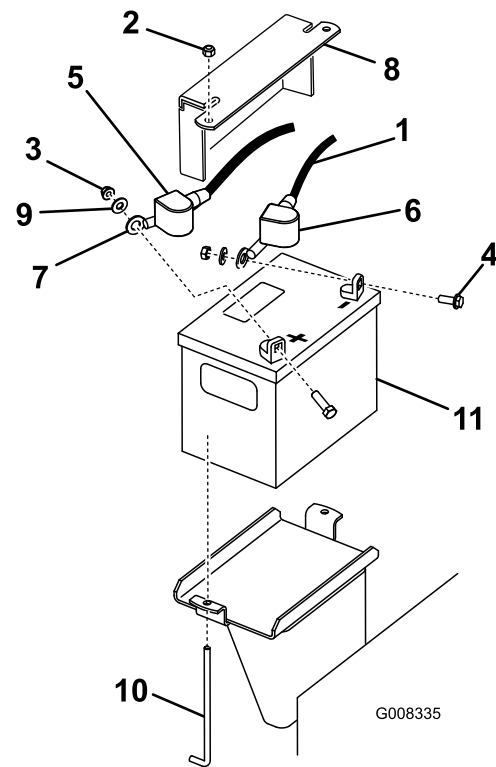

Figura 39
3. Levante la cubierta de goma negra del cable negativo. Desconecte el cable negativo del borne negativo (-) de la batería (Figura 39).
4. Retire la cubierta de goma roja del borne positivo (rojo) de la batería. Luego retire el cable positivo (rojo) de la batería (Figura 39).
5. Retire la pletina de sujeción, los pernos en J y las contratueras que sujetan la batería (Figura 39), y retire ésta.
1. Coloque la batería en la máquina (Figura 39).
3. Conecte primero el cable positivo (rojo) al borne positivo (+) de la batería con una tuerca, una arandela y un perno (Figura 39). Deslice la cubierta de goma sobre el borne.
4. Luego conecte el cable negativo y el cable de tierra al borne negativo (-) de la batería con una tuerca, una arandela y un perno (Figura 39). Deslice la cubierta de goma sobre el borne.